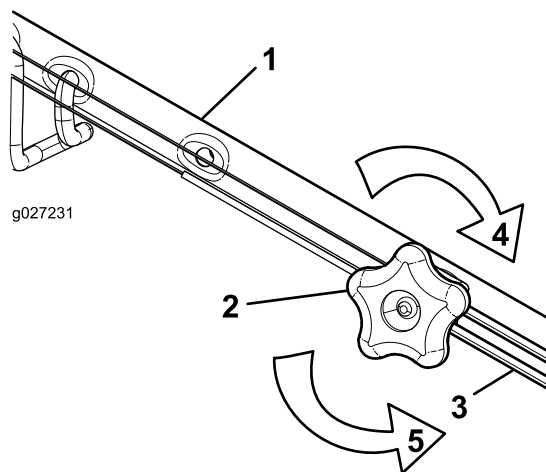

Figura 31
1. Rode o manípulo de ajuste para a esquerda para folgar o ajuste do cabo (Figura 31).
2. Ajuste a tensão do cabo (Figura 31) puxando-o para trás ou empurrando-o para a frente e mantendo a posição.